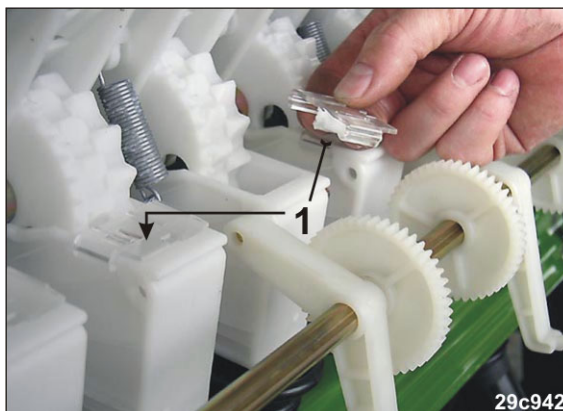

Fig. 246
2. Marcar as novas rodas de sementeira de sulcos de marcha colocando as escovas finas (Fig. 246/1) nas novas caixas semeadora de sulcos de marcha.